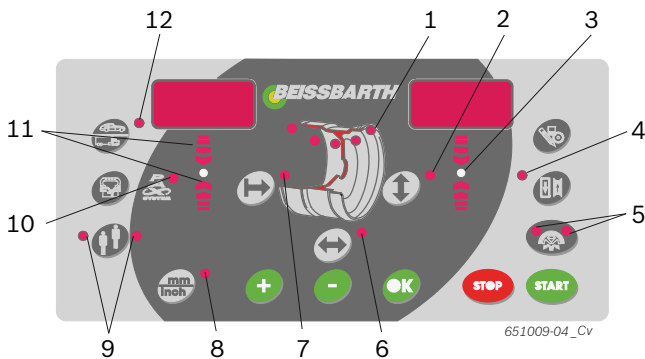

Fig. 4: LED sur le champ de commande/d'affichage
➔ Les LED (fig. 4, pos. 1) indiquent les positions des plans d'équilibrage pour chaque programme d'équilibrage.
ii En cas de sélection d'un programme d'équilibrage PAX, la LED Pax (fig. 4, pos. 10) s'allume également.
2. Sélectionner la distance de la jante déterminée à l'aide de la touche <-> ou <+> pour la distance de la jante (fig. 4, pos. 7).
4. Sélectionner la largeur de jante déterminée à l'aide de la touche <-> ou <+> (fig. 4, pos. 6).
6. Sélectionner le diamètre de la jante à l'aide de la touche <-> ou <+> pour le diamètre de la jante (fig. 4, pos. 2).
- ⇒ Les deux LED de la touche <SPLIT> (fig. 4, pos. 5) s'allument.
- ⇒ Dès que la position de fixation de la masselotte d'équilibrage est atteinte, la LED s'allume (fig. 4, pos. 3). Un signal sonore confirme la position correcte (derrière un rayon).